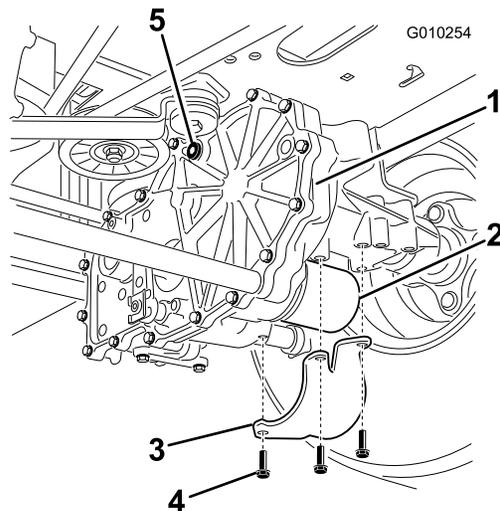

図 65
7. それぞれのトランスアクスル駆動システムについているフィルタとガードを探し出す 図 65。
8. フィルタガードを固定しているねじ3本を外してガードを外す 図 65。
4. 各フィルタに、先ほど外したフィルタガードを取り付ける。図 65
5. ねじ3本でガードを固定する 図 65。
3. 通気プラグを取り付ける 図 65。